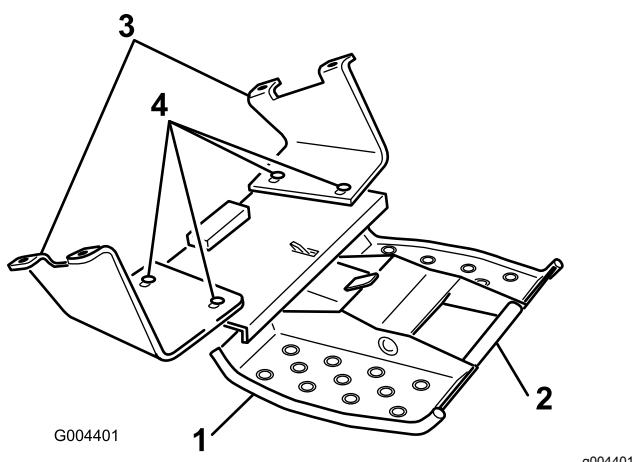

Figure 4
3. Tirez sur la poignée de la plate-forme pour allonger la plate-forme (Figure 4). | 3. Boulon ($\frac{1}{2}'' \times 1\frac{1}{2}''$)
4. Desserrez à la main, mais ne retirez pas, les 4 boulons et écrous qui fixent la plate-forme aux supports (Figure 4).